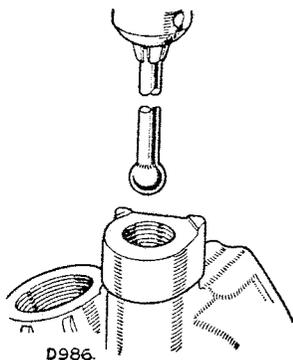

Fig. AO-7—Herramienta de rectificación de la válvula de bola de la bomba de aceite.
- Sáldese un cojinete de bolas nuevo (Pieza No. 3748) al extremo de un trozo de tubería de longitud adecuada, según indicado en Fig. AO-7.